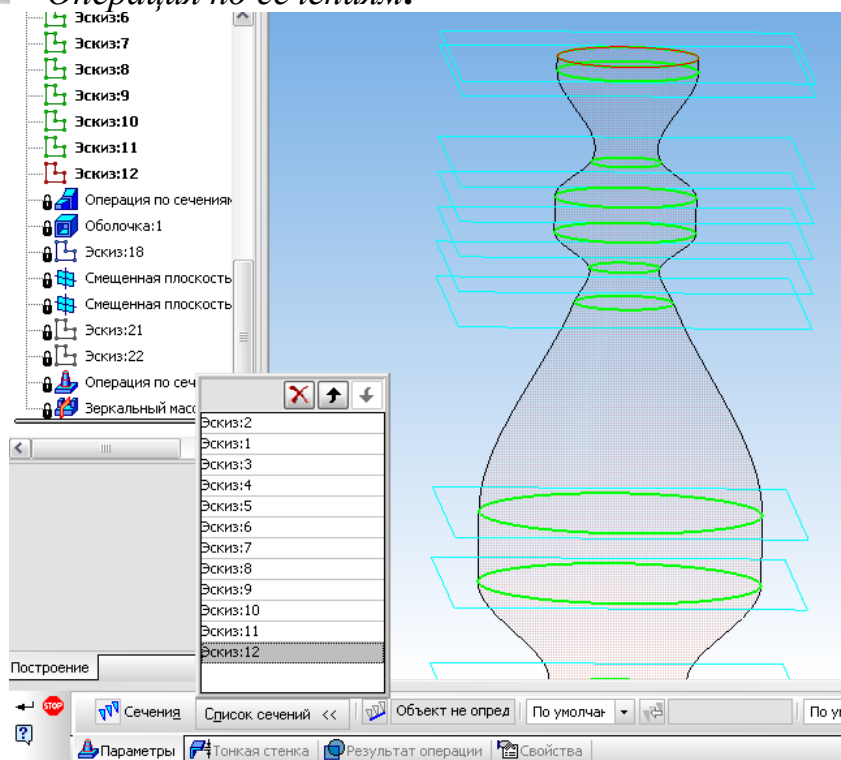

Рис. 3
21.  – создайте объект (рис. 3).